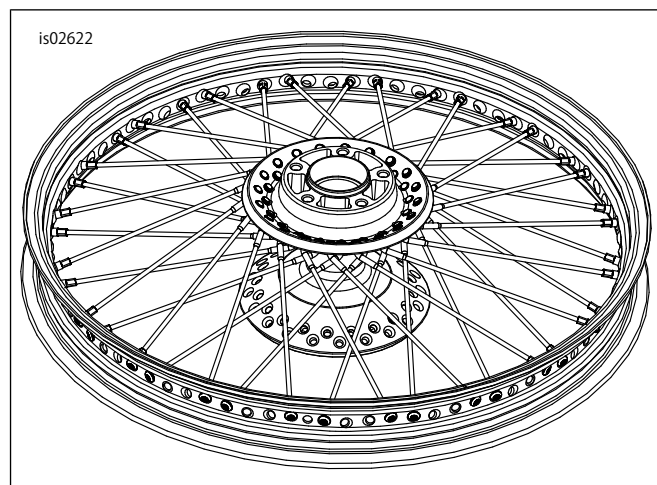

図6。インナースポークの取り付け
5. 図6を参照してください。ハブに最初のインナー列スポークを挿入します。4本のアウター列スポークにクロスさせてスポークを反時計まわりに曲げます。スポークニップルを軽く組み立てます。